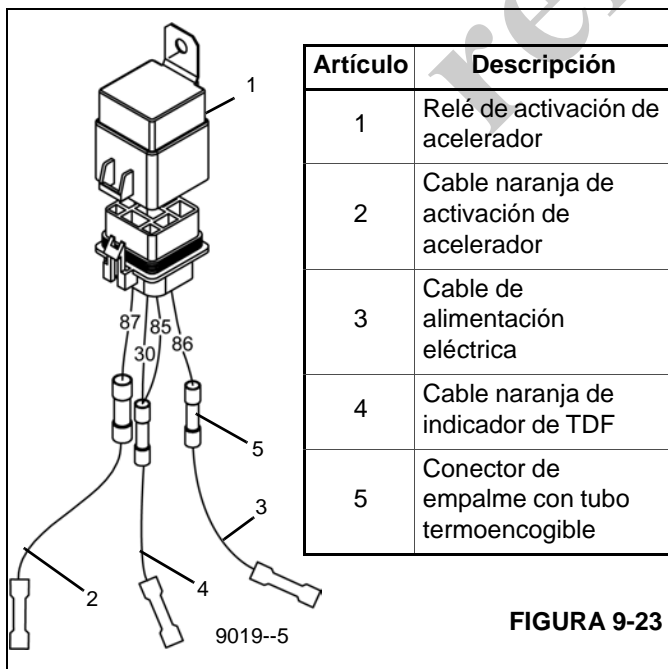

FIGURA 9-23
10. Instale el relé de activación de acelerador (1, Figura 9-23) en el lado del motor del tabique. Conecte el cable naranja (2) de activación del acelerador al borne 87 del relé. Empalme el cable (3) de alimentación eléctrica del borne 86 del relé al cable 901. Empalme el cable naranja (4) del indicador de TDF en el circuito de indicación de TDF y conéctelo a los bornes 85 y 30 del relé. Todos los empalmes deben hacerse usando un conector de empalme con tubo termoencogible (5).